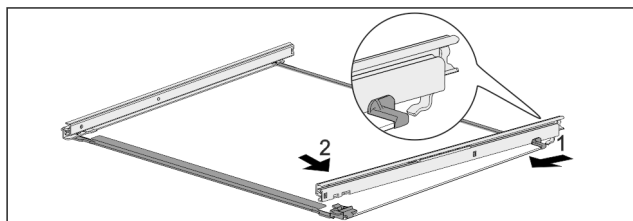

Fig. 140 Sklenená doska s koľajničkami
- ▶ Zaháknite koľajničku vzadu. Fig. 140 (1)
- ▶ Zaklapnite koľajničku vpredu. Fig. 140 (2)